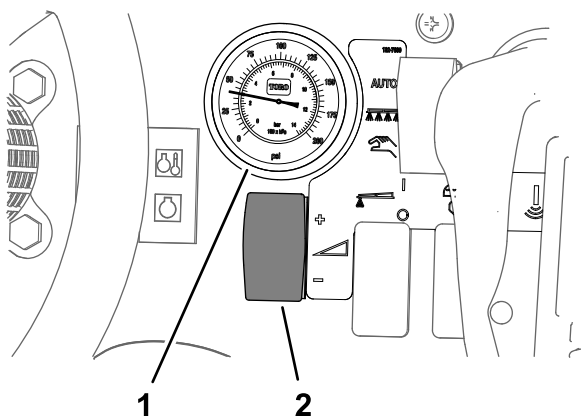

图 49
2. 使用喷洒率开关将打药机系统压力调节至约 2.76bar 请参阅图 49。